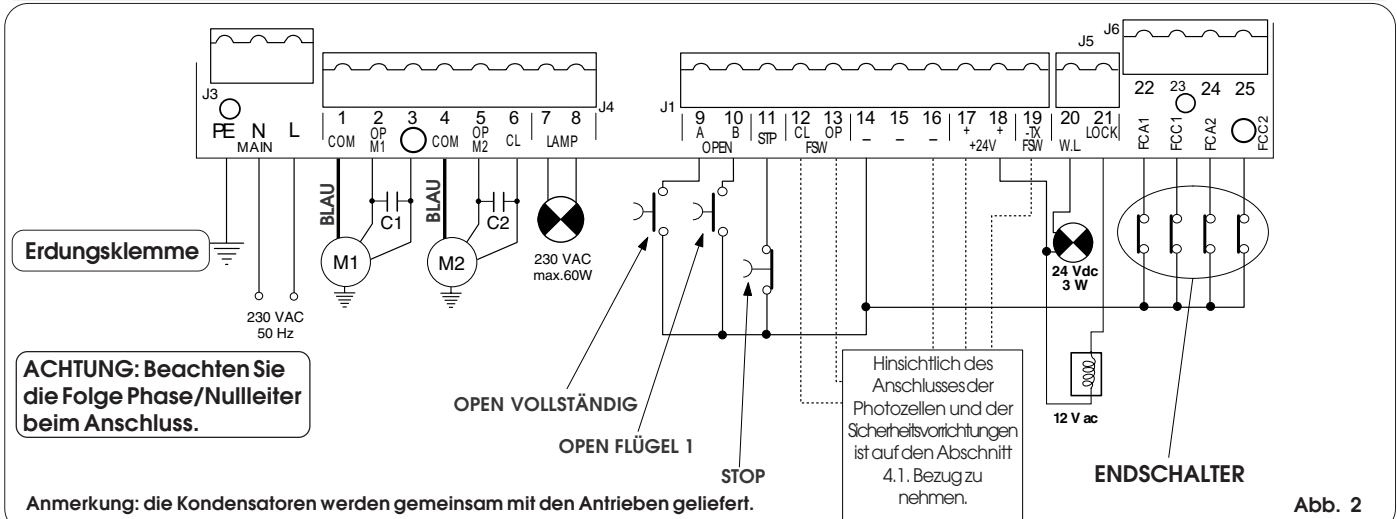

Abb. 2
- Das Erdungskabel ist an die entsprechende Klemme auf dem Stecker J3 des Geräts anzuschließen (siehe Abb. 2).
4.2. Klemmenleiste J3 - Versorgung (Abb. 2)
4.3. Klemmenleiste J4 - Motoren und Blinkleuchte (Abb. 2)
4.4. Klemmenleiste J1 - Zubehör (Abb. 2)
4.5. Klemmenleiste J5- Kontrollampe und Elektroschloß (Abb. 2)
4.7. Klemmenleiste J6- Endschalter und/oder encoder (Abb. 2)